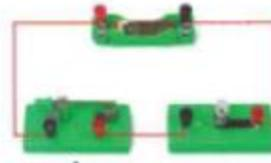

Figure 1-1: Chemin
1. Formez un circuit comme indiqué sur les figures 1-1 et 1-2 et fermez l'interrupteur pour que le circuit fonctionne. Comprenez quel est le chemin? Qu'est-ce qu'un disjoncteur? Réflexion: Quelles sont les parties les plus élémentaires du circuit et quel est le rôle de chaque partie? 2. Comme le montre la figure 1-3, pourquoi cette méthode de connexion est-elle incorrecte et quel sera le résultat? Réfléchissez et résumez les trois types de circuits **statut**.